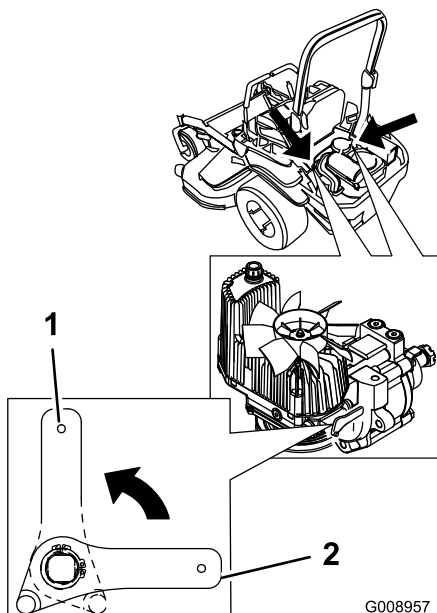

Figura 36
2. Gire las palancas de las válvulas de desvío a la posición vertical para empujar la máquina (Figura 36).
4. Gire las palancas de las válvulas de desvío a la posición horizontal para conducir la máquina (Figura 36).